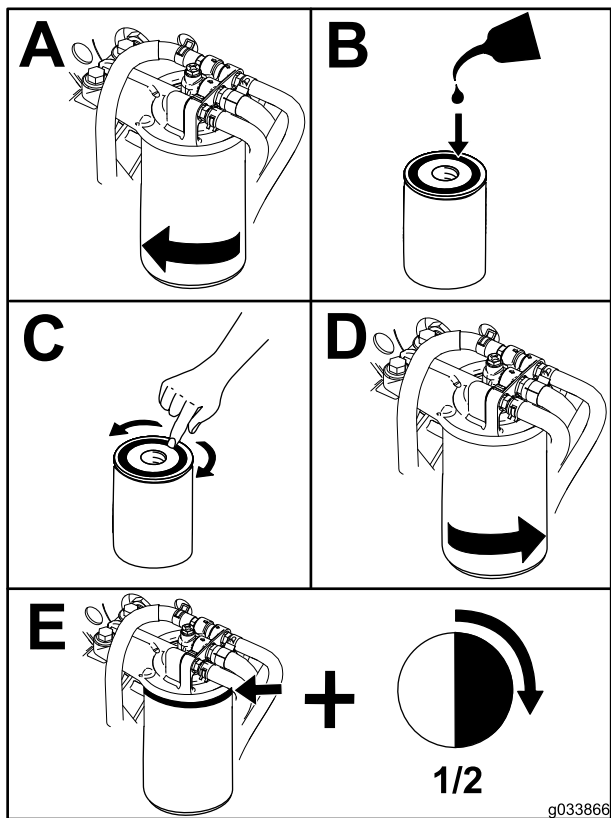

Figura 75
1. Limpie la zona alrededor del cabezal del filtro (Figura 75).